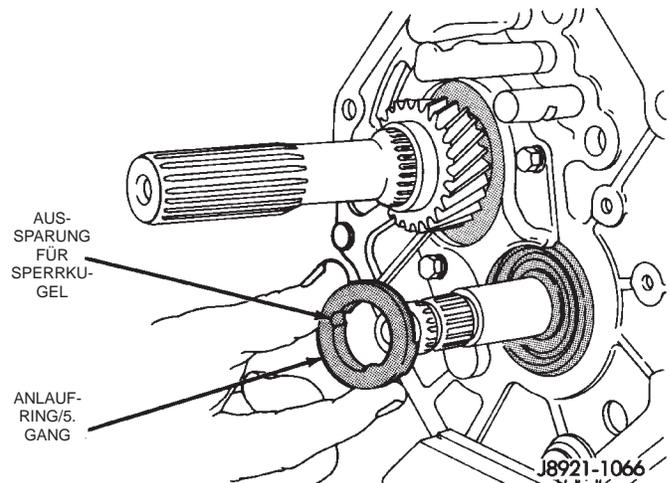

Abb. 55 Anlaufring/5. Gang ausbauen
(7) Den Anlauf ring für den fünften Gang (Vorgelegewelle) ausbauen (Abb. 55).